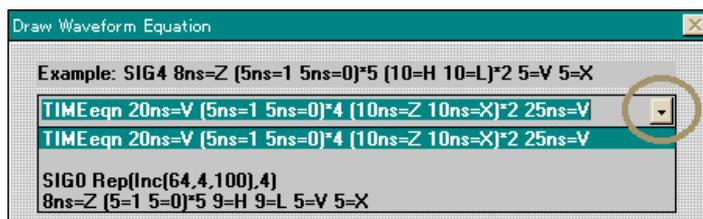

図 2.3 以前に入力した論理式の表示例
3. ダイアログ右側のボタンをクリックして以前の論理式を表示します(図 2.3)。